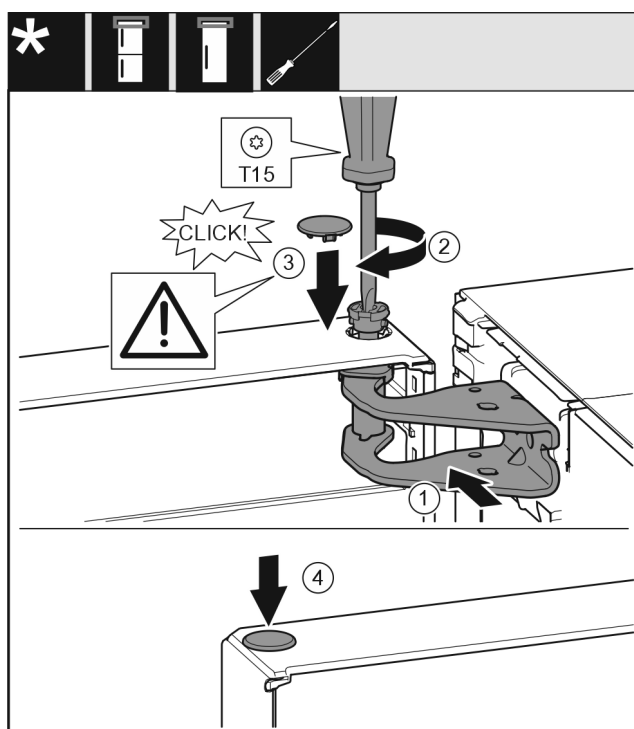

Fig. 21
- Niveloni derën lart për hapjen e saj në bazamentin mbështetës Fig. 21 (1).
- Futni bulonin Fig. 21 (2) dhe mbërthejeni me një kaçavidë.
- Vendosni kapakun mbulues Fig. 21 (3).
- Kontrolloni nëse kapaku mbulues Fig. 21 (3) qëndron mbi derë.
- Vendosni kapakun mbulues Fig. 21 (4).